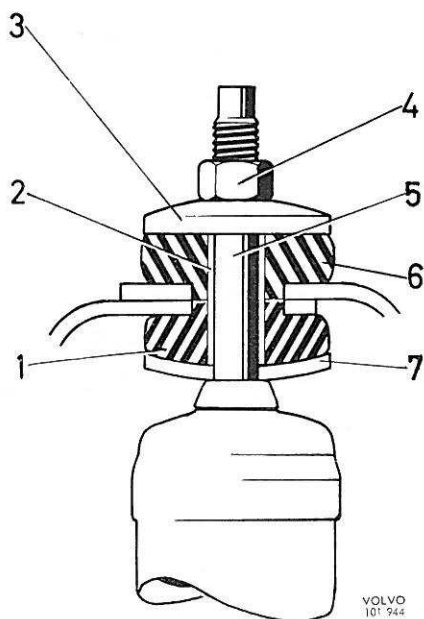

Figure 11. Fixation supérieure d'amortisseur avant
3. Vérifier la rondelle inférieure et la bague caoutchouc (7 et 1, figure 11) de la fixation supérieure de l'amortisseur. Remettre l'amortisseur en place et bien le fixer.
La fixation supérieure des amortisseurs avant (figure 11) est constituée par un axe (5) qui est fixé dans un logement pratiqué sur l'essieu avant par les bagues caoutchouc (1 et 6), les rondelles (3 et 7) et la douille d'écartement.
1. Enlever l'écrou supérieur (4, figure 11), la rondelle (3) et la bague caoutchouc (6).